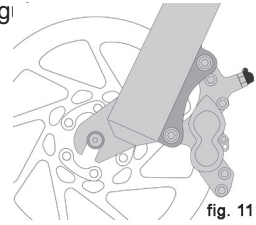
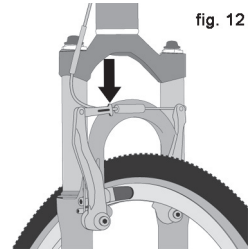

fig. 11
fig. 12
(1) Bei Felgenbremsen: Öffnen Sie den Schnellspann-Mechanismus der Bremse, um den Abstand zwischen Bremsbelägen und Felge zu vergrößern (siehe Kapitel 4.C, Abb. 11 bis 15).
(1) Bei Kettenschaltung mit mehreren Ritzeln hinten: schalten Sie hinten in den größten Gang (also aufs kleinste, äußerste Ritzel). Bei Nabenschaltung: Fragen Sie ihren Fachhändler oder lesen Sie die Bedienungsanleitung der Nabenschaltung, bevor Sie das Hinterrad ausbauen. Ohne Gangschaltung: weiter bei Schritt (4).
(2) Bei Felgenbremsen: Öffnen Sie den Schnellspann-Mechanismus der Bremse, um den Abstand zwischen Bremsbelägen und Felge zu vergrößern (siehe Kapitel 4.C, Abb. 11 bis 15).
(3) Bei Kettenschaltung: Ziehen Sie den Schaltwerkkörper nach hinten.
3. Manche Bike-Bremsen, z. B. Scheibenbremsen (Abb. 11) oder V-Brakes (Abb. 12), können enorme Bremskräfte entwickeln. Machen Sie sich mit Funktion und Wirkung dieser Bremsen vertraut, bevor Sie sich in den Straßenverkehr oder andere gefährliche Situationen begeben.
Die meisten Felgenbremsen verfügen über einen Schnellspann-Mechanismus, mit dem zum Radaus- oder -einbau der Abstand der Bremsbeläge zur Felge vergrößert werden kann. Wenn dieser Mechanismus geöffnet ist, können die Bremsen nicht funktionieren. Lassen Sie sich von ihrem Fachhändler die Funktion des Schnellspann-Mechanismus an ihren Bremsen erklären (siehe Abb. 12, 13, 14 und 15) und überprüfen Sie vor jeder Ausfahrt die korrekte Funktion der Bremsen.